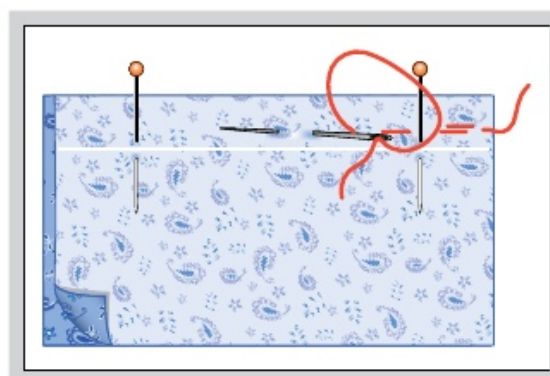

Рис. 130. Смётывание двух деталей
3. Выполнить ручную закрепку. Проложить строчку прямых ручных стежков, отступив от намеченной линии шва на 1 мм в сторону среза детали, чтобы смёточные строчки не попали при дальнейшей работе под строчки машинных стежков (рис. 130).
- 2) Сметайте, прокладывая временную строчку на расстоянии 1 мм от линии шва в сторону срезов ниткой контрастного цвета в одно сложение (на рис. 130 — нитка красного цвета).